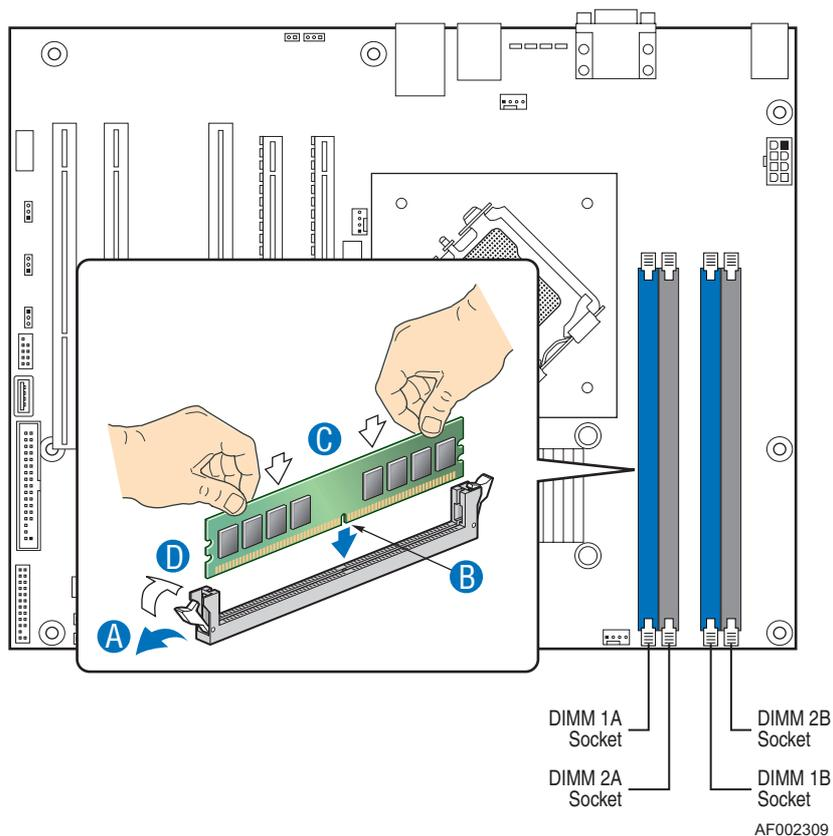

Figure 173: Extension de la mémoire
4. Écartez les clips en plastique situés de chaque côté du connecteur du module de mémoire. Ce dernier s'éjecte du connecteur (reportez-vous à la lettre "A" sur Figure 173). Ne touchez pas les "doigts" métalliques du module. Rangez le module dans un sac antistatique (disponible chez tous les revendeurs de matériel électronique) ou dans une boîte en carton.
5. Alignez le nouveau module avec un connecteur vide. Assurez-vous que l'encoche du module coïncide avec celle du connecteur. Le module est conçu de telle sorte qu'il ne peut s'installer que d'une seule manière dans le connecteur (reportez-vous à la lettre "B" sur Figure 173).
6. Appuyez fermement sur le module pour l'insérer dans le connecteur (reportez-vous à la lettre "C" sur Figure 173). Si vous rencontrez des difficultés pour
7. Assurez-vous que les clips de fixation situés de chaque côté du module se rabattent sur ce dernier (reportez-vous à la lettre “D” sur Figure 173). Dans le cas contraire, retirez délicatement le module et réinstallez-le.